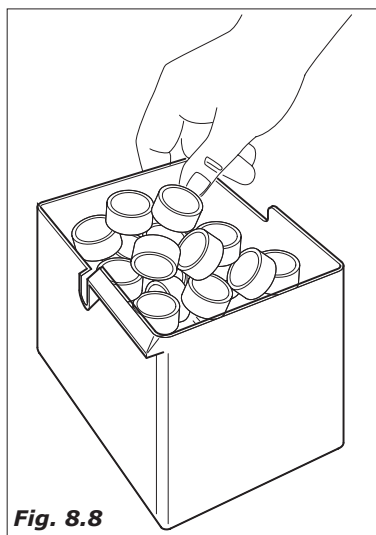

Fig. 8.8
- Sostituire il sacco dei fondi caffè (versioni caffè in grani) (Fig.8.8).